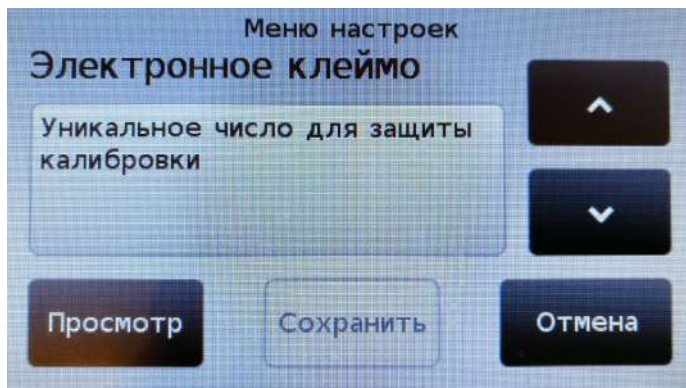

Рис. 8.5.1. Просмотр электронного клейма.
8.5.1. Войдите в меню установки режимов работы (см. п. 8.1.1, стр. 8) и кнопками «**^**» и «**v**», выберите пункт «**Электронное клеймо**» (см. рис. 8.5.1) и нажмите на кнопку «**Просмотр**».